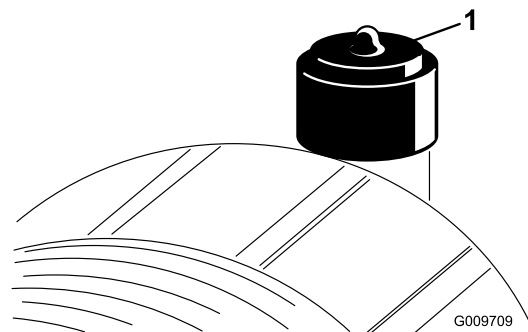

Figure 44
Faites l'entretien du filtre à air uniquement quand l'indicateur de colmatage (Figure 44) indique que cela est nécessaire. Ne remplacez pas le filtre à air plus fréquemment que nécessaire ; cela ne fait qu'accroître le risque de contamination du moteur par des impuretés quand le filtre est déposé.
6. Réarmez l'indicateur de colmatage (Figure 44) s'il est rouge.